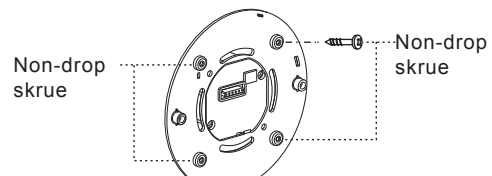

FIG. 20
3.3.4.4 Sett inn de fire non-drop-skruene i de korresponderende skruerullene på sensorens festeplate. Etterpå vil ikke disse fire skruene droppe, noe som er praktisk for påfølgende installasjoner (se FIG. 20).